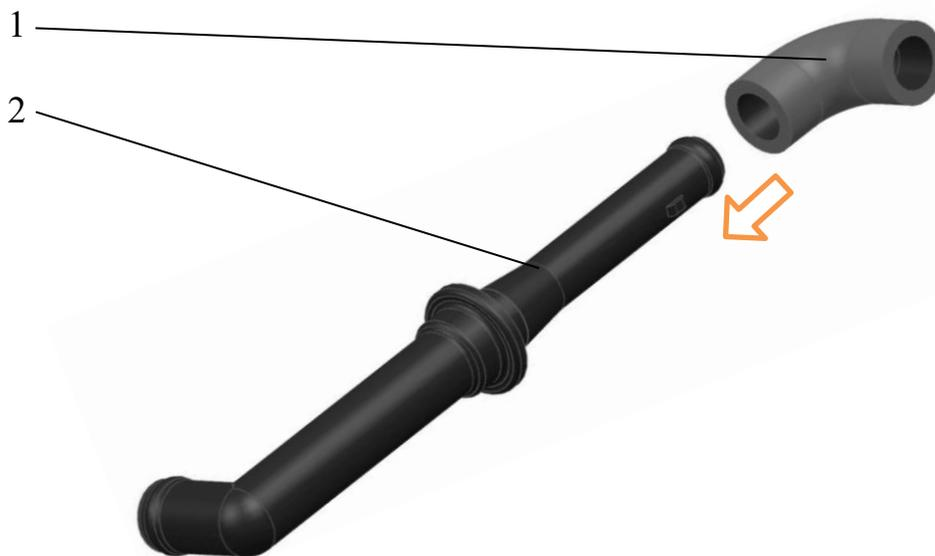

Рис.179. Подсборка трубки вентиляции с обратным клапаном с угловым шлангом:
**28.** Установить на конец трубки вентиляции 2 (рис.179) с обратным клапаном угловой шланг вентиляции 1.